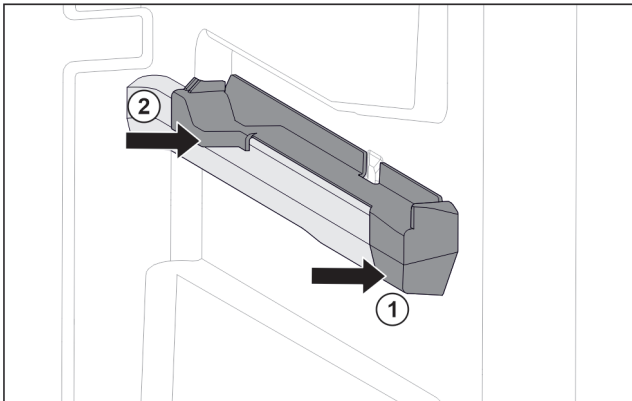

Fig. 115 Вставна частина на правому ребрі для резервуару
- ▶ Одягти вставну частину вперед на ребро резервуару. Fig. 115 (1)
- ▶ Притиснути вставну частину позаду. Fig. 115 (2)